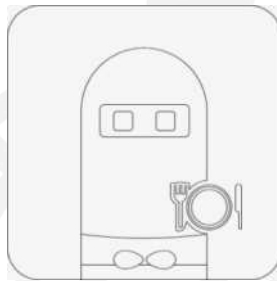

Abbildung 4. Symbol der PEANUT APP
- ③ Sobald der Roboter eingeschaltet ist, werden nacheinander das Logo beim Hochfahren, die PEANUT-Animation und der Android-Desktop angezeigt. Das Hochfahren dauert etwa 40 Sekunden.
- ④ Die PEANUT APP wird standardmäßig nach dem Hochfahren gestartet. Wird die PEANUT APP nicht gestartet, berühren Sie das Symbol der PEANUT APP (siehe Abbildung 4) auf dem System-Desktop, um es zu starten.